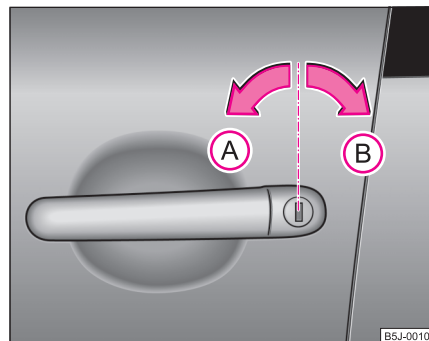

Abb. 22 Schlüsselbedienungen zum Auf- und Zuschließen
- Drehen Sie den Schlüssel im Schloss der Fahrertür nach links in die Öffnungsstellung (A) ⇒ Abb. 22.
- Drehen Sie den Schlüssel im Schloss der Fahrertür nach rechts in Schließstellung (B) ⇒ Seite 44, Abb. 22.